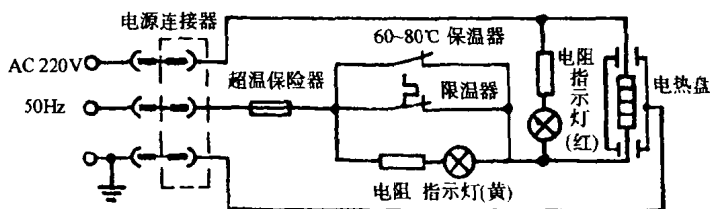

图 1-6
2. 工作原理 保温式自动电饭煲的工作原理是将电能通过电热元件转化为热能,利用温控元件控温和保温。图 1-6 为豪华型保温式自动电饭煲电原理图。从图中可知,电饭煲接通电源,黄色指示灯亮;按下按键,开关触点接触,红色指示灯亮,电热盘通电发热,不断将热量传给内胆,使温度逐渐上升;